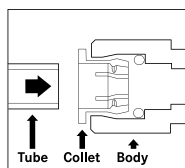

Fig.1
- ▶ Inserire la tubazione in senso lineare (fig. 1).